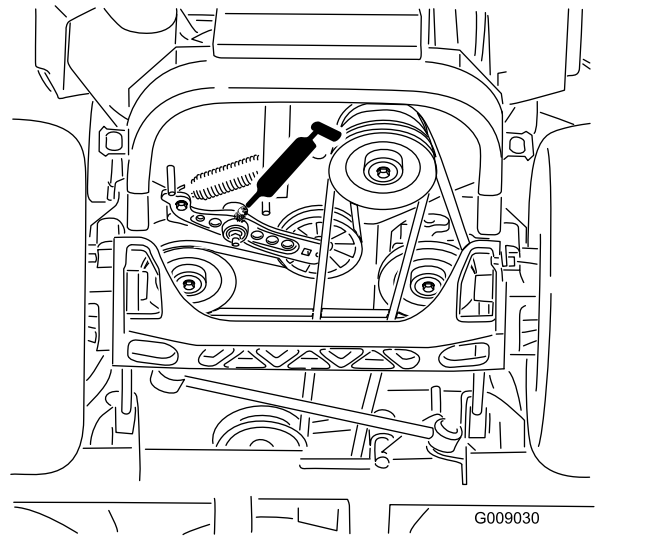

Figure 40
4. Graissez le bras de la poulie de tension de la courroie d'entraînement (Figure 40).